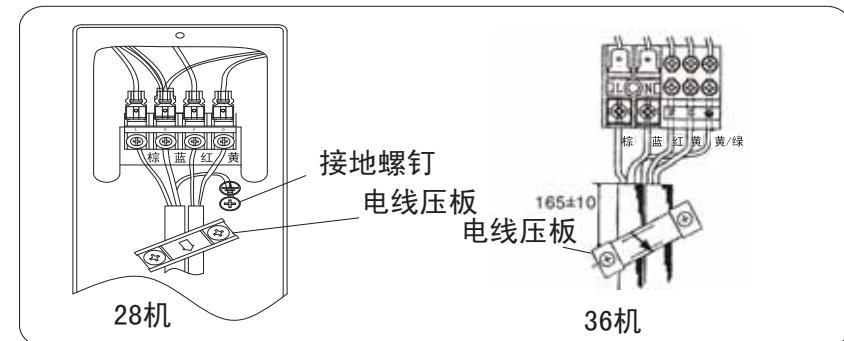

图24
- (1) 把室外机组中连接电缆按图24所示正确的牢固连接（紧固力矩为8~15kgf. cm）。
- (2) 用电线压板将连接电缆用螺钉紧固。（电线压板固定时，所示箭头必须向下）
- (3) 必须将黄/绿线如图24所示接至右侧板带有“ \oplus ”标志的接地螺钉上。
- (4) 连接电缆不可以碰铜管的裸露部分及截止阀。